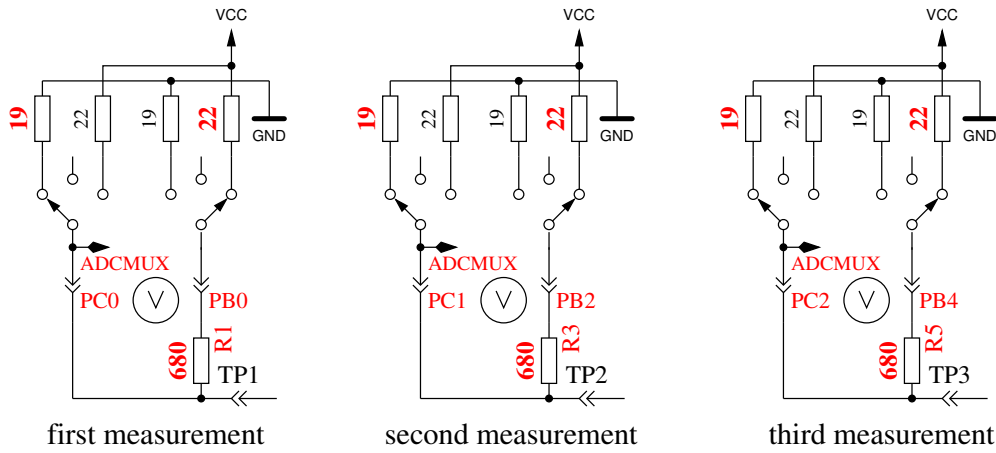

Abbildung 5.46: Messung des Innenwiderstandes von auf GND geschalteten Port-C-Ausgängen.
5. Dieser Schritt testet die **Fähigkeit von mit GND (-) verbundenen 470kΩ-Widerständen (H) die Testpins auf GND zu ziehen**. Zeile 1 zeigt den Text „RH-“. Zeile 2 sollte für alle drei Pinne Null mV anzeigen.
6. Dieser Schritt testet die **Fähigkeit von mit VCC (+) verbundenen 470kΩ-Widerständen (H) die Testpins auf VCC zu ziehen**. Zeile 1 zeigt den Text „RH+“. Der bestmögliche mV Wert für die drei Messungen wäre 0 in Zeile 2, da die Diffenz zu VCC dargestellt wird. Große Abweichungen vom Idealwert für Schritt 5 und 6 sind Fehler wie Isolations-Problem, Flussmittelreste oder beschädigter Port.
8. **Messung des Innenwiderstandes eines auf GND geschalteten Ausganges.** Dieser und die folgenden Schritte werden nur bei gewählter AUTO_CAL Option durchgeführt. Die internen Port C Widerstände von auf GND (-) geschalteten Ausgängen werden mit dem Strom der nach VCC (+) geschalteten 680Ω Widerstände gemessen, siehe Abbildung 5.46. Es werden nur die drei Pins des ADC-Ports vermessen, die Widerstands-Ports PB0, PB2 und PB4 können nicht ohne Veränderung der Hardware gemessen werden. Es wird angenommen, dass die Portwiderstände von unterschiedlichen Ports nahezu identisch sind. Der Widerstandswert wird im nächsten Schritt mit ausgegeben.